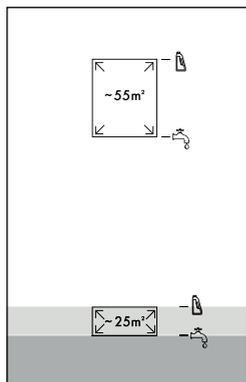

Rys. 6
- ◆ Chwyc zbiornik czystej wody **11** za boczne wężki do chwytania i wyciągnij go do góry z urządzenia (patrz rys. 6).